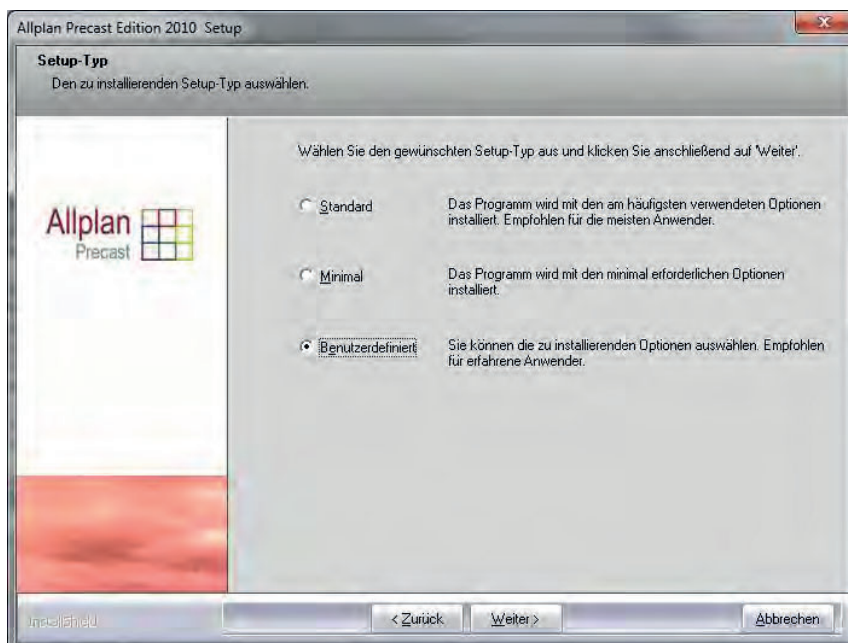

Abb. 3: Setup-Typ
8. Wählen Sie den Setup-Typ **Benutzerdefiniert** (s. Abb. 3), klicken Sie auf **Weiter**.